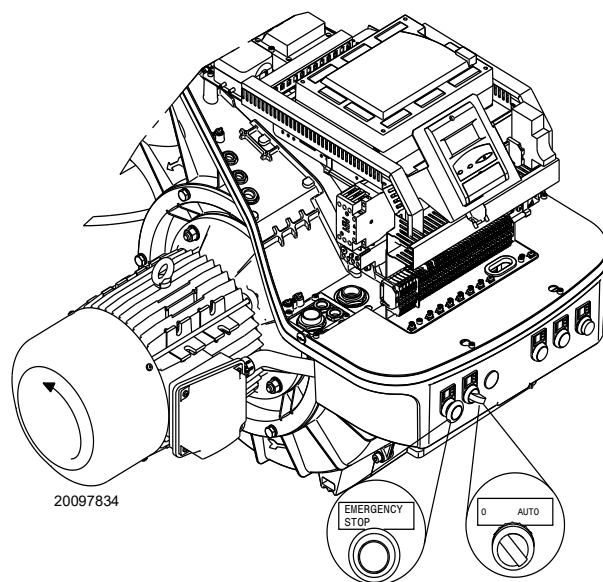

Рис. 25
Установите переключатель Рис. 25 в положение «АВТ».
Когда горелка запустится, проверьте направление вращения двигателя, как показано на (Рис. 25).
- Установите выключатель Рис. 25 в положение «0» и подождите, пока автомат горения не выполнит процедуру отключения.